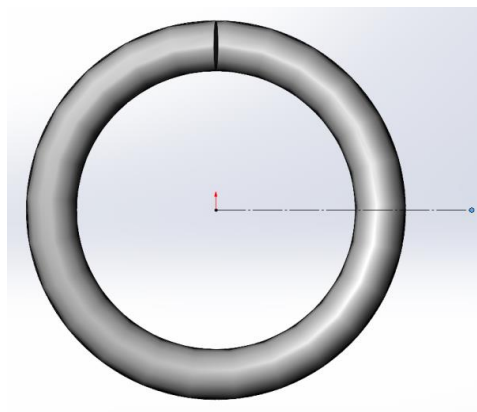

Рисунок 2.11 – Орієнтування деталі
3. На створену осьову лінію необхідно накласти взаємозв'язок **Вздовж осі OZ**  та зорієнтувати як зображено на рис. 2.11.